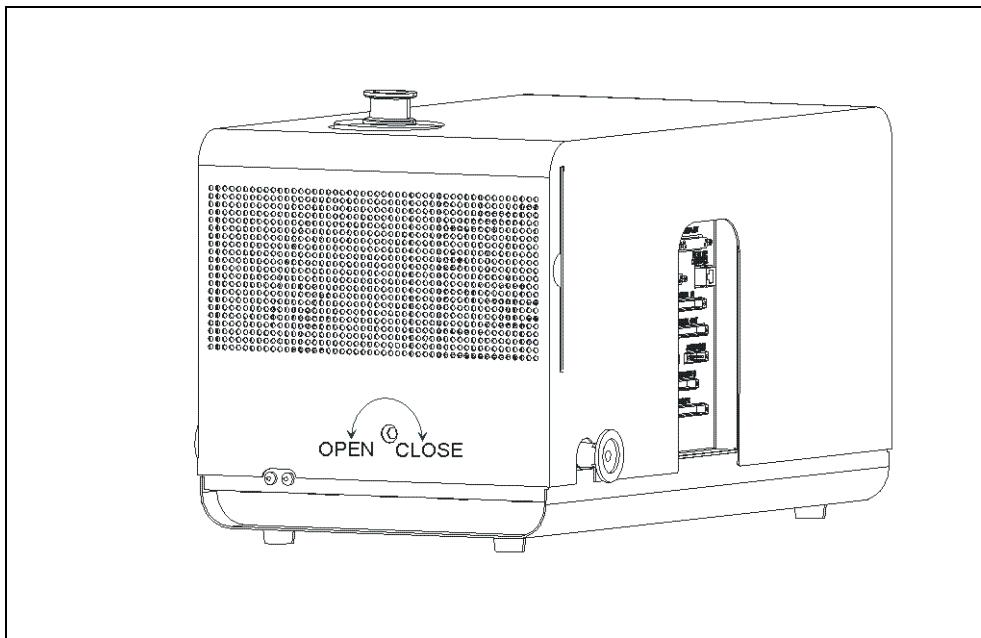

Fig. 7-2 Ouverture du capot de l'appareil
- 3 À l'aide d'une clé mâle à six pans SW 8 mm, ouvrir les fermetures (ROTO-LOCK) des deux côtés du capot de l'appareil. Voir à ce propos la Fig. 7-2.